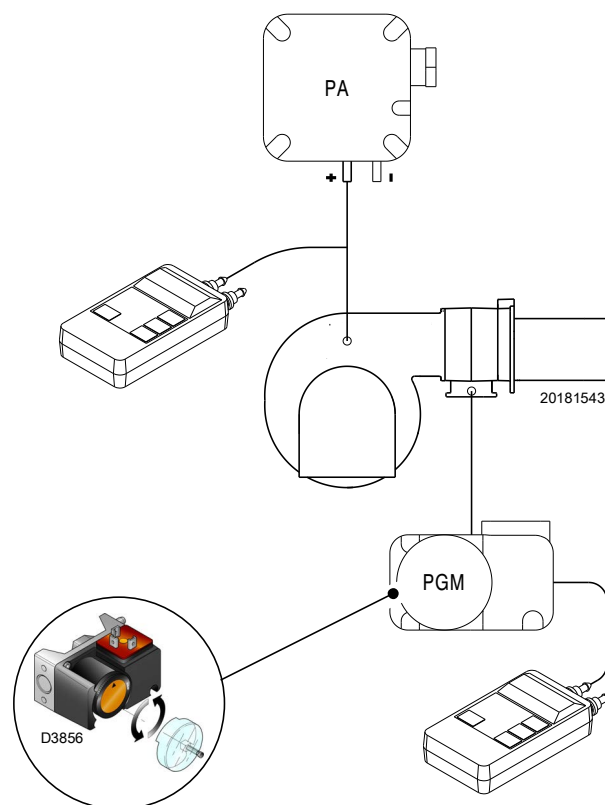

图 32
- ▶ 设定最小燃气压力开关 (图 32 页 35) 至量程的起始位置。
在完成所有其他燃烧器调整后，调整最大气体压力开关（图 32），并将最大气体压力开关设置在刻度的末端。